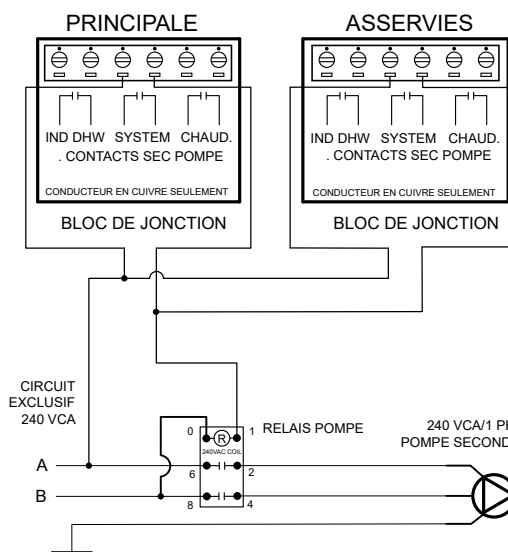

Figure 38. Pompes système en cascade XVersL (240 VCA illustré)
1. Raccordez le câblage de communication entre la pompe de boucle secondaire et le bornier de la boîte de jonction de la chaudière principale. Ces bornes sont des contacts secs pouvant uniquement alimenter des charges inductives (5 A max.). Voir **Figure 38** pour plus de détails.